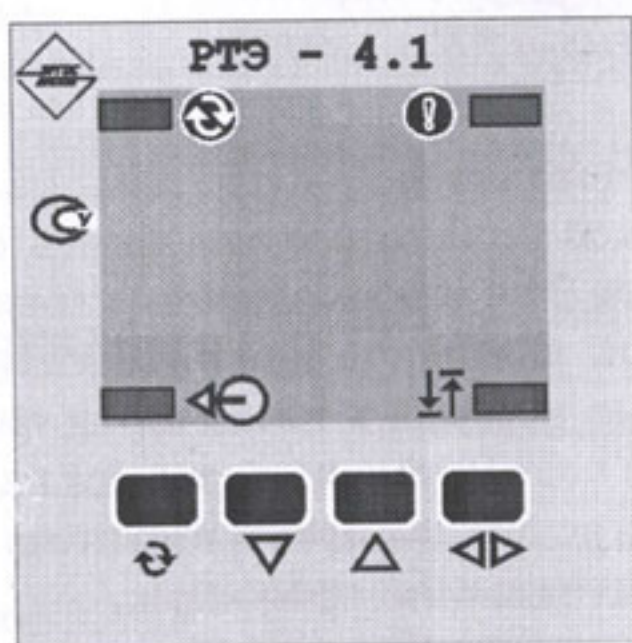

Рис. 1
1.4.1 На лицевой панели прибора (Рис.1) расположены: